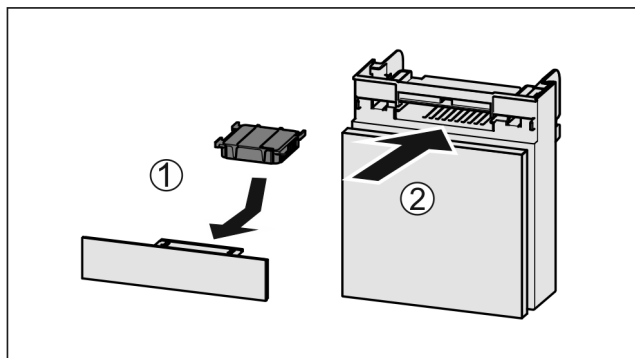

Fig. 99
- ▶ Vložte aktívny uhlíkový filter podľa obrázka Fig. 99 (1).
- ▶ Zasuňte zásuvku Fig. 99 (2).